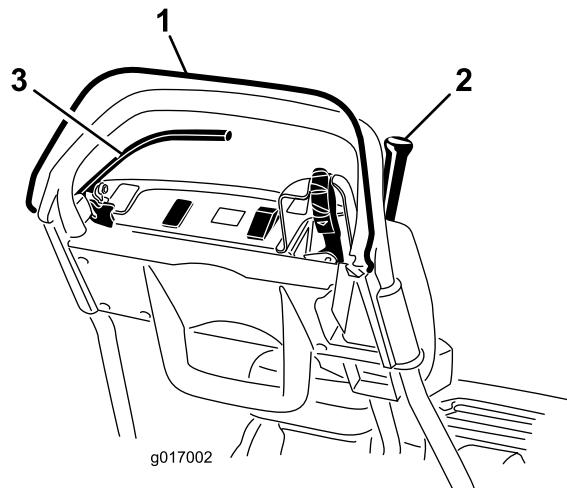

Figura 36
2. Com o CPO solto, tente acionar a alavanca de tração (Figura 36). A alavanca de tração não se deve acionar. Se a alavanca de tração se acionar, o interruptor de segurança precisa de assistência. Corrija o problema antes da utilização da máquina.
3. Com o CPO carregado e a alavanca de tração acionada, solte o CPO (Figura 36). A alavanca de tração deve deixar de ficar acionada. Se a alavanca de tração não
4. Com o CPO carregado e alavanca de mudanças para a esquerda, ative a tração e a transmissão do cilindro e solte o CPO (Figura 36). A alavanca de tração deve deixar de ficar acionada. Se a alavanca de tração não deixar de ficar acionada, o interruptor de segurança precisa de assistência. Corrija o problema antes da utilização da máquina; consulte Manutenção dos interruptores de segurança de tração (página 36).